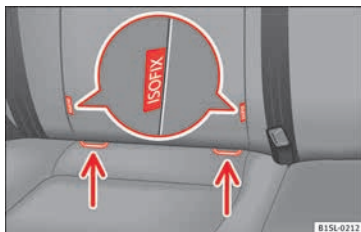

Fig. 26 Sur le siège du véhicule : variantes d'identification des points d'ancrage inférieurs des sièges pour enfant.
- Encastrez le siège pour enfants dans les anneaux de retenue » **fig. 26**, dans le sens de la flèche. Le siège pour enfants doit s'encastrer de manière sûre et audible.
- Placez le siège pour enfants sur la banquette et fixez les crochets des ceintures de fixation dans les anneaux de retenue » **fig. 26**.